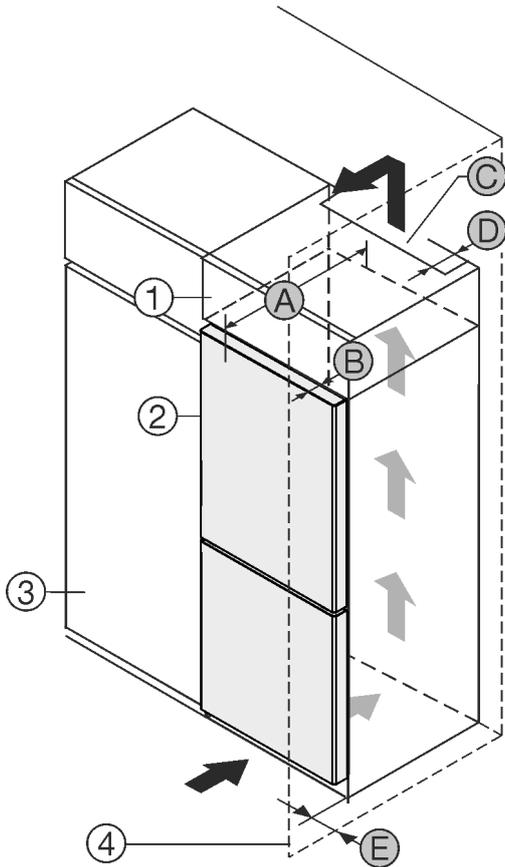

Fig. 1
- (1) Επικαθήμενο ντου - λάπι\*
- (2) Συσσκευή\*
- (3) Ντουλάπι κουζίνας\*
- (4) Τοίχος\*
- (A) Βάθος συσκευής\*
- (B) Βάθος πόρτας\*
- (C) Διατομή αερισμού\*
- (D) Απόσταση πίσω πλευράς συσκευής\*
- (E) Απόσταση από το πλάι της συσκευής\*
Μπορείτε να τοποθετήσετε τη συσκευή ακριβώς δίπλα από το ντουλάπι κουζίνας Fig. 1 (3).\*
Στην πίσω πλευρά του επικαθήμενου ντουλαπιού πρέπει να υπάρχει ένα κενό εξαγωγής αέρα με βάθος Fig. 1 (D) σε όλο το πλάτος του επικαθήμενου ντουλαπιού.\*
Κάτω από την οροφή του δωματίου πρέπει να τηρείται η διατομή εξαερισμού Fig. 1 (C).\*
Εάν τοποθετήσετε τη συσκευή με τους μεντεσεδες δίπλα σε κάποιον τοίχο Fig. 1 (4), τότε πρέπει η απόσταση ανάμεσα στη συσκευή και στον τοίχο να ανέρχεται σε τουλάχιστον 13 mm.\*
Εάν τοποθετήσετε τη συσκευή με τους μεντεσεδες δίπλα σε κάποιον τοίχο Fig. 1 (4), τότε πρέπει η απόσταση ανάμεσα στη συσκευή και στον τοίχο να ανέρχεται σε τουλάχιστον 20 mm.\*
Για να μπορείτε να ανοίγετε τελείως την πόρτα, πρέπει η συσκευή να προεξέχει κατά το βάθος της πόρτας Fig. 1 (B) από την πρόσοψη του ντουλαπιού κουζίνας. Η συσκευή μπορεί να προεξέχει περισσότερο, ανάλογα με το βάθος των ντουλαπιών κουζίνας Fig. 1 (3) και την χρήση αποστατών τοίχου.\*